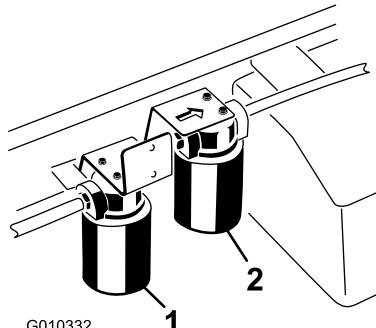

図 68
図 68。
- ハイフローフィルタを取り付いている周辺をウェスできれいにぬぐう図 68。